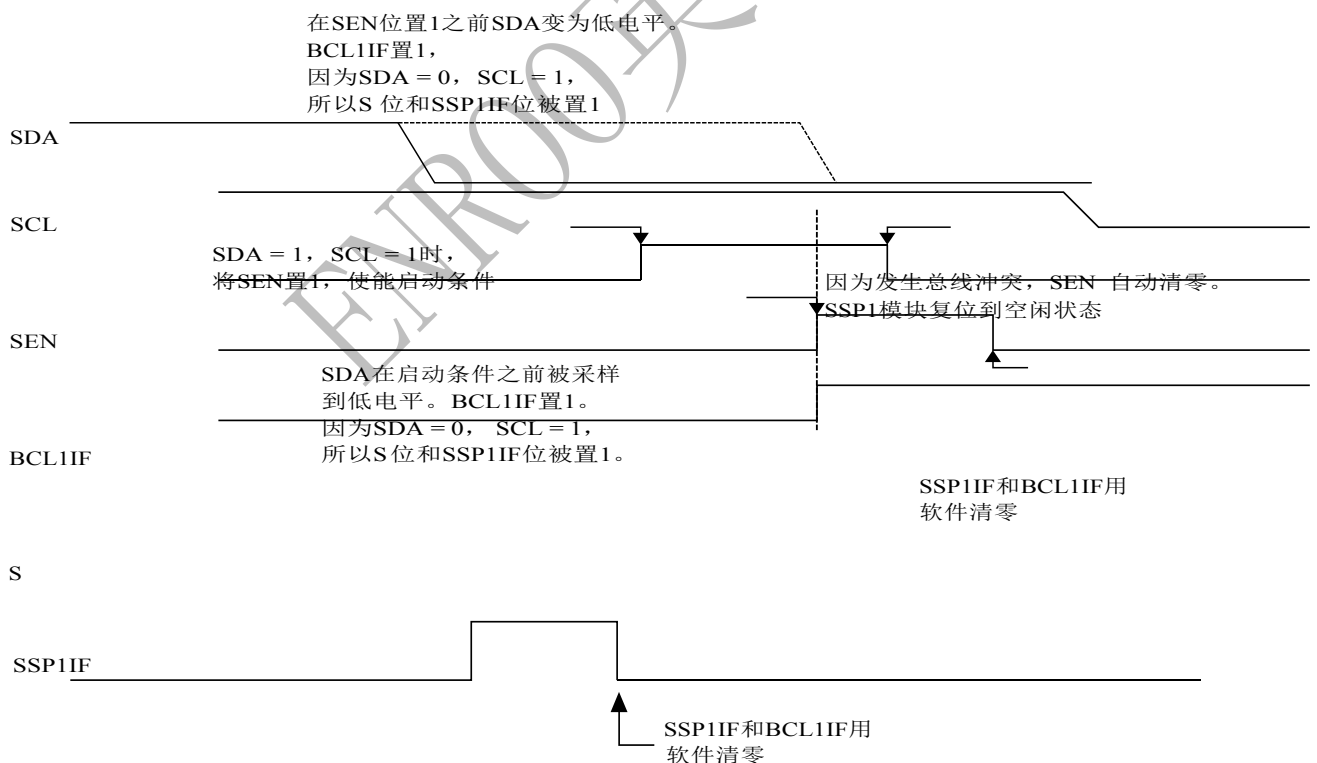

图25-33：启动条件期间的总线冲突（仅用于SDA）
- 在启动条件开始时，SDA或SCL被采样为低电平（图25-33）。
- MSSP1模块复位为空闲状态（图25-33）。